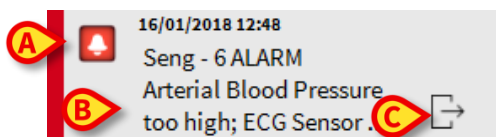

Fig. 77
Klikk på et diagram for å vise en loddrett markør som gjør det mulig å vise verdiene til alle diagrammene på et gitt tidspunkt (Fig. 77 **A**).
I meldingsruten (Fig. 77) vises følgende informasjon:
- Et ikon som kjennetegner meldingstypen (Advarsel, Alarm, Info – Fig. 77 A)
- Et ikon som angir meldingskategorien (Fig. 77 B)
- En "Callback"-knapp. Klikk på knappen for tilgang til pasientstasjonen hvor meldingen er oppstått (Fig. 77 C)